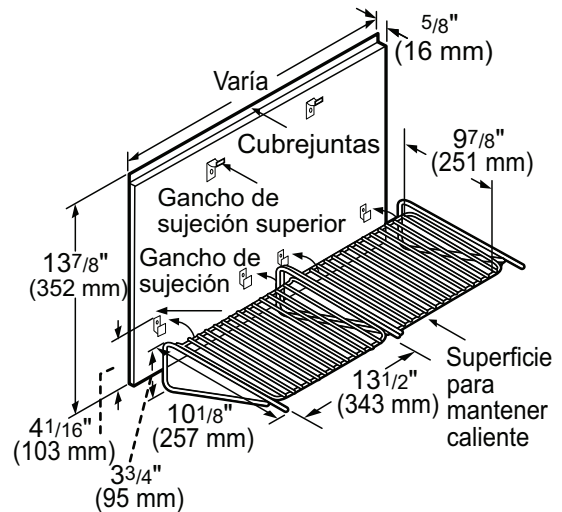

**Figura 16: Consola trasera de protección con estante guardacaliente**
- En el lugar indicado en la *Figura 16*, fije los soportes inferiores proporcionados con el estante guardacaliente a través de la consola trasera de protección en los travesaños de pared.